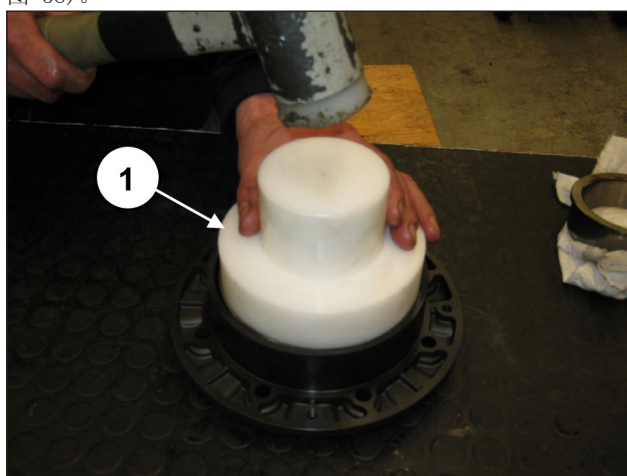
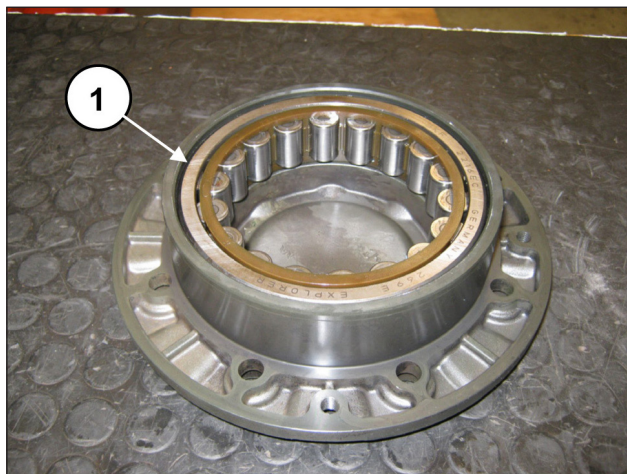

图 57
图 58
重复对轴承盖的操作，用代码 27605000 的工具预装曲轴轴承的外圈（位置①，图 57），直到其完全啮合（位置②，图 58）。